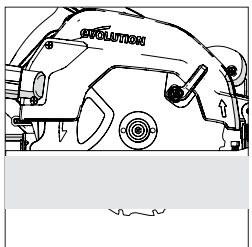

Abb. 12
- In den meisten Fällen sollte die Schnitttiefe als Dicke des zu schneidenden Materials plus die halbe Tiefe eines Sägezahns (Spitze des Sägezahns bis zum breitesten Teil) eingestellt werden. **(Abb. 12)**
(13) EINSTELLEN DES SCHNITTWINKELS (SCHRÄGE)